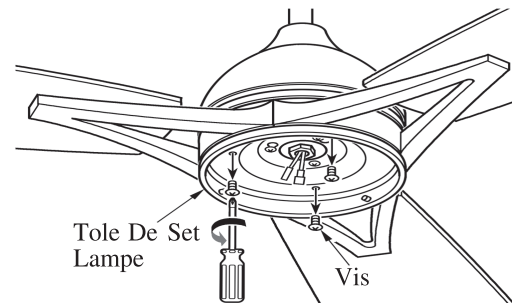

FIG.19
3. Retirez 1 des 3 vis de la plaque du kit d'éclairage et desserrez les 2 autres vis. (Voir fig.19)